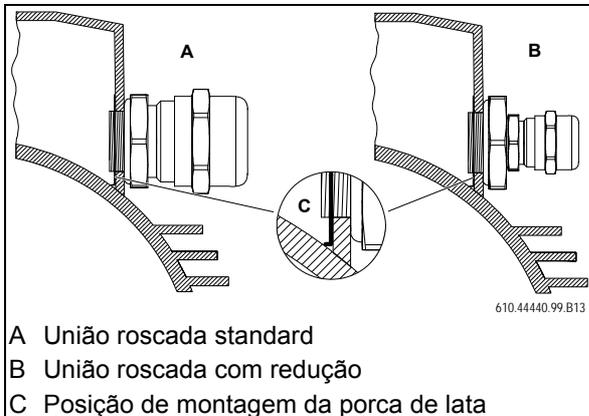

Fig. 12: Uniões roscadas com porca de lata
- Aplicar a união roscada (Pos. A, Fig. 12, página 19)
- Com uma ligação de resistência com coeficiente positivo de temperatura, aparafusar o redutor (Pos. B, Fig. 12, página 19).